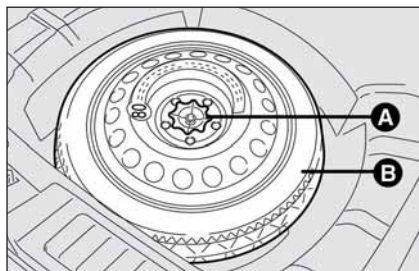

fig. 12
- sistemare il ruotino di scorta **B-fig. 12** nell'apposito vano ricavato nel bagagliaio e fissarlo avvitando il dispositivo di bloccaggio **A-fig. 12**.